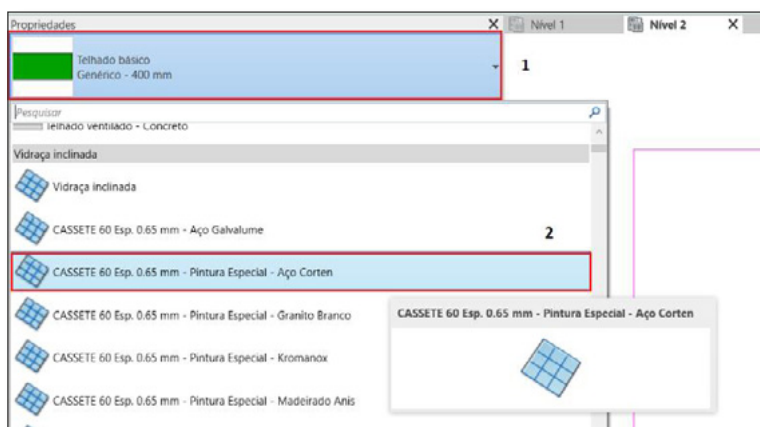

Figura 53 – Seleção do tipo de família que será inserida no projeto.
- No painel "Propriedades", selecione o tipo da família carregada que deseja inserir no projeto (Figura 53);